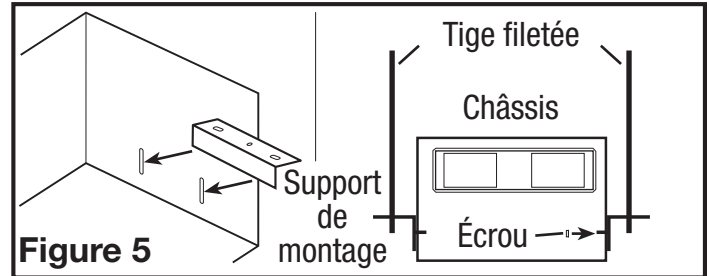

Figure 5
- Si les supports de montage ne sont pas déjà en place, installez les deux supports à travers l'ensemble des fentes du haut sur le boîtier du ventilateur et fixez en place avec les quatre écrous inclus comme indiqué. Soulevez l'unité sur les tiges filetées et fixez en place à l'aide du matériel approprié (non inclus) (Figure 5).